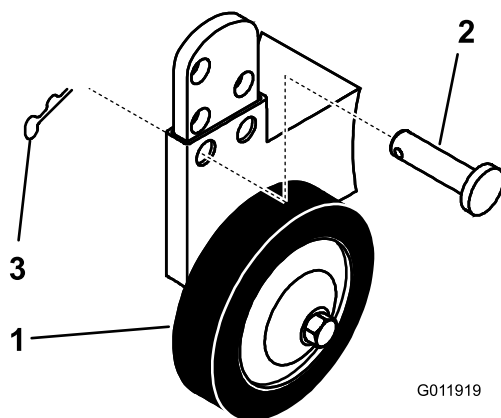
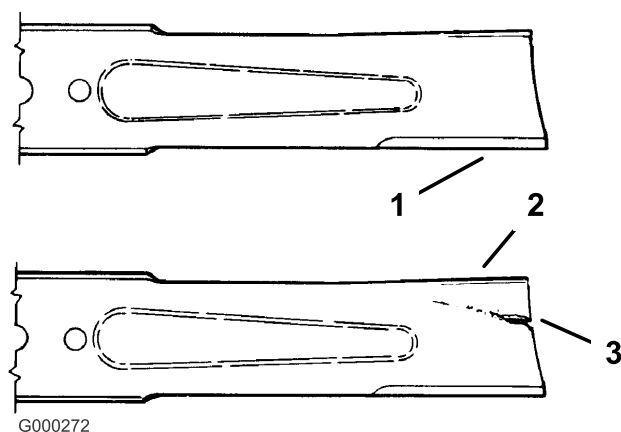

Figure 23
Figure 24
A. Enlevez la goupille fendue et l'axe pour changer de trou (Figure 23).
B. Choisissez le trou requis pour que la roue de jauge soit à 10 mm du sol pour la hauteur de coupe utilisée (Figure 23).
2. Examinez le tranchant des lames (Figure 24). Si les lames ne sont pas tranchantes ou présentent des indentations, déposez-les et affûtez-les (voir Aiguisage des lames).
3. Inspectez les lames, surtout la partie relevée (Figure 24). Remplacez immédiatement toute lame endommagée, usée ou qui présente une entaille (Fig. 23).